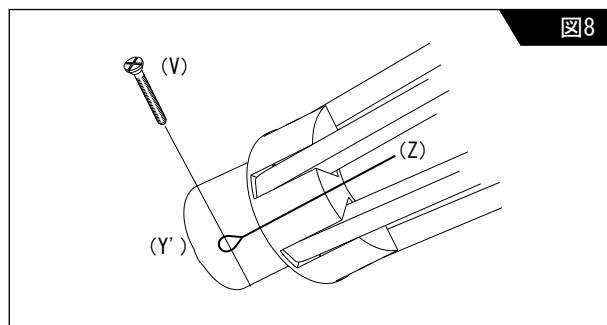
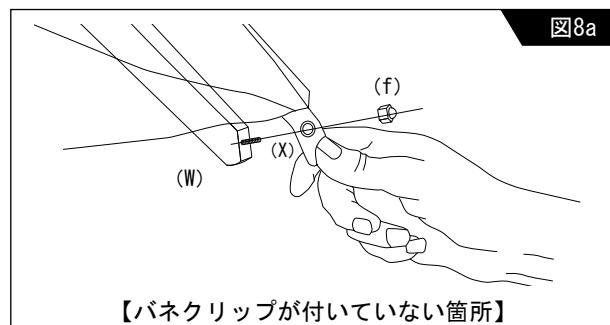
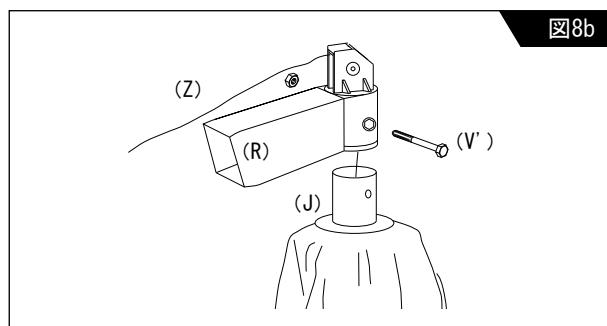
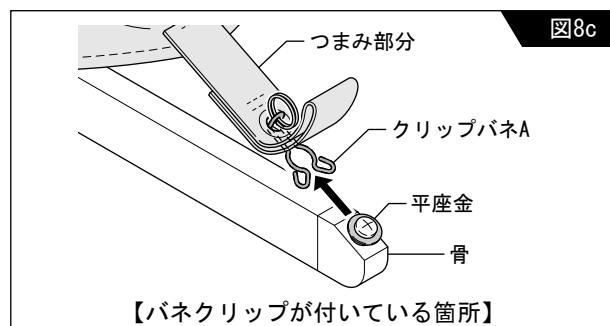

図8
図8a
図8b
図8c
アンブレラからのワインチとシートの撤去 (図8、図8a、図8b、図8c参照)
1. (図8)のようにビス(V)を抜きスチール・ケーブル(Z)を緩める。
2. (図8a)のように袋ナット(f)をゆるめ、骨(W)からシートのつまみ(X)を外す。
3. (図8b)のようにアンブレラ・シートの止め具部分(R)のビス(V')を外す。
5. (図8b)のようにスチール・ケーブル(Z)をシート管(J)とシートの止め具部分(R)から抜き取る。これでワインチの撤去が可能になります。